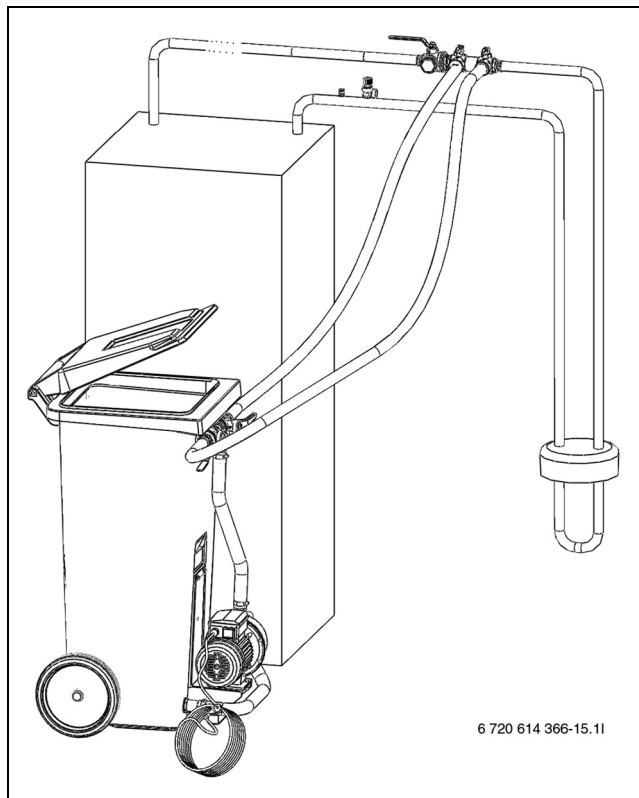

Рис. 26 Заполнение через станцию
- ▶ Подсоедините два шланга к заполняющей станции и узлу заполнения (→ рис. 26).